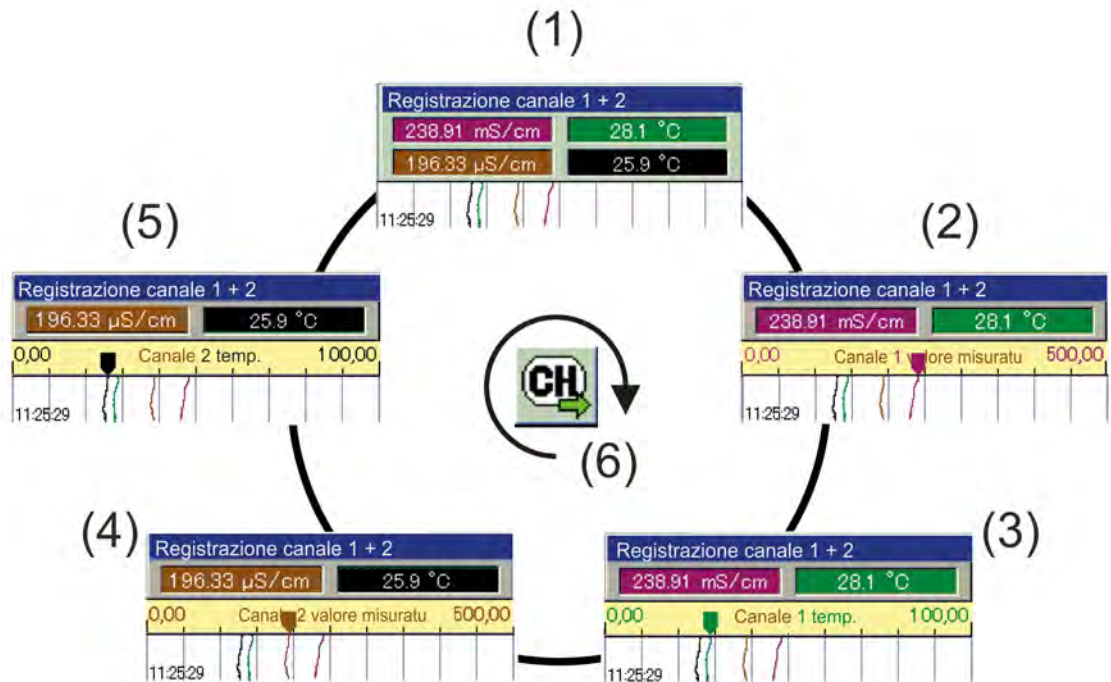

Fig. 51: Passaggio in rassegna delle viste pennino registratore
- (1) Diagramma di traccia binario a 3 canali (visualizzazione degli stati di segnale registrati di un massimo di 3 valori binari)
- (2) Pulsante "Smistamento canale" per passare in rassegna le viste pennino registratore (grafici di una scala con punta registratore) per ciascuno dei canali da 1 a 4. Vedi Fig. 50 o Fig. 51 .
- (3) **Registrazione solo con aggiunta al modello:** Pulsante "Cronologia" per visualizzare tutti gli eventi e i dati di misurazione memorizzati. Vedi ☞ *Capitolo 9.5.2 «Funzione cronologia» a pag. 120* .
- (4) Diagramma registratore di linee 4 canali (visualizzazione dei dati di misurazione registrati di un massimo di 4 valori analogici e visualizzazione di eventi come simbolo)
- (5) Campo di visualizzazione per la visualizzazione numerica dei valori misurati attuali dei canali analogici da 1 a 4